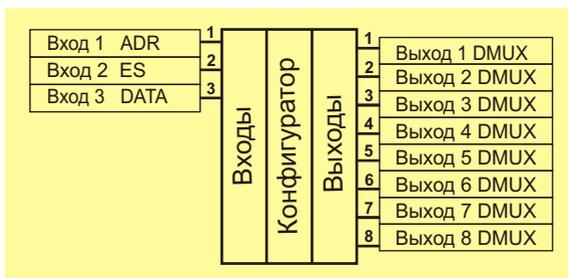

Рис. 90. Блок “Коммутатор”, тип “DMUX1-8 ”
Блок **Коммутатор**, тип “DMUX1-8 ”, является одноэлементным. Блок состоит из 3-х входов и 8-ми выходов (Рис. 90). Первый вход (ADR) указывает адрес коммутируемого выхода. Второй вход (ES) - выбор “элемента”. Когда на нем присутствует логический 0, то дается разрешение на коммутацию. Если вход ES = 1, то все выходы DMUX = 0. Работа блока в случае, когда ES = 0, описывается так: